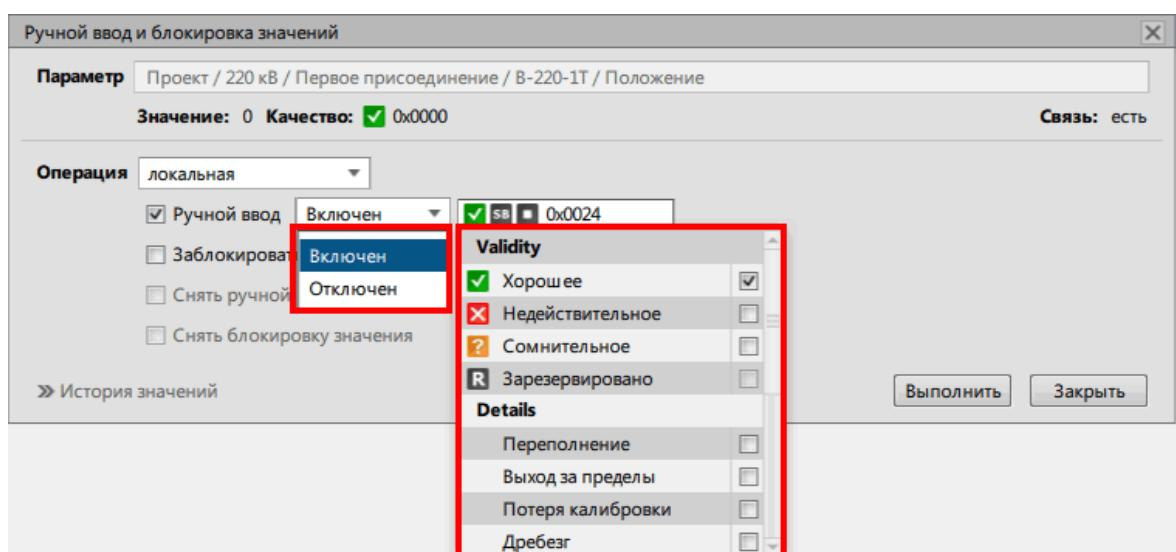

Рисунок 180 - Локальная операция
- в. Выберите состояние/значение и признаки качества (Рисунок 180).